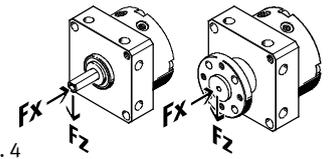

Fig. 4
4. Stellen Sie sicher, dass beim Befestigen der Nutzlast folgende Vorgaben eingehalten werden (Fig. 4):